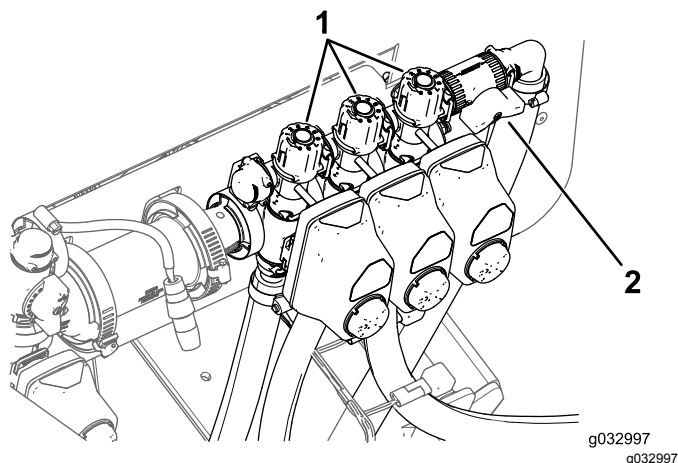

Figura 47
11. Spegnete la barra sinistra e regolate la manopola di bypass della barra (Figura 47) fino a quando il volume visualizzato non corrisponde al livello precedente in base alla tabella.